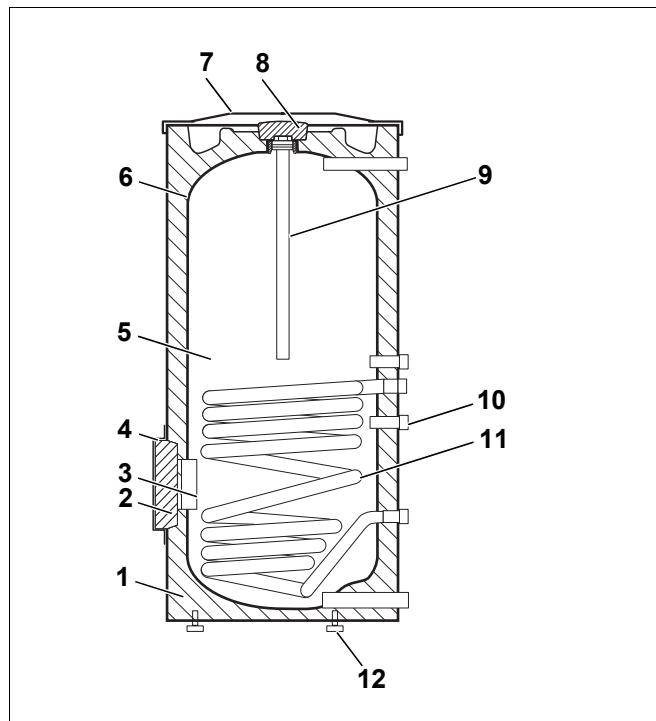

Рис. 1 Бак-водонагреватель (здесь: SU300/1)
- Бак-водонагреватель (рис. 1, **поз. 5**) с защитой от коррозии
Катодная защита от коррозии состоит из гигиенической термоглазури DUOCLEAN MKT (рис. 1, **поз. 6**) и магниевого анода (рис. 1, **поз. 9**).
- Теплоизоляция (рис. 1, **поз. 1**)
Теплоизоляция из не содержащего вредных веществ полиуретанового пенопласта нанесена непосредственно на бак. Два теплоизоляционных элемента (рис. 1, **поз. 2** и **поз. 8**) из пенопласта снижают теплопотери через люк для чистки и магниевый анод.
- Гладкотрубный теплообменник (рис. 1, **поз. 11**)
- Приварная гильза для установки температурного датчика горячей воды (рис. 1, **поз. 10**)
- Люк для чистки (рис. 1, **поз. 3**)
- Крышка бака (рис. 1, **поз. 7**)